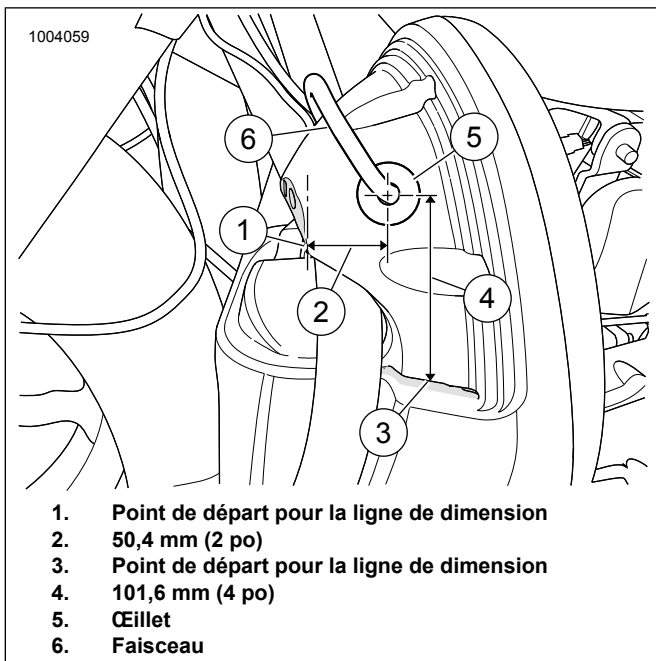

Figure 11. Carénage inférieur gauche illustré
8. Voir la figure 11. Marquer l'emplacement du trou guide sur le côté externe du carénage inférieur.
- a. Point de départ pour la ligne de dimension (1) (à l'arrière du carénage inférieur).
- c. Point de départ pour la ligne de dimension (3) (à l'intérieur de la courbe).